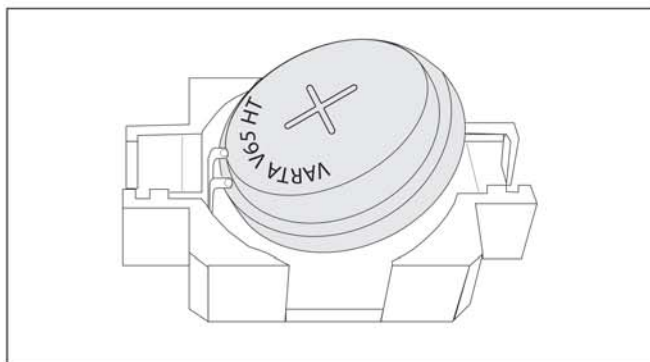

Abb. 11 Akkus korrekt unter die Kontakte einlegen
- Achten Sie beim Einlegen darauf, die Akkus auf einer Seite unter die Kontakte zu schieben (Abb. 11).